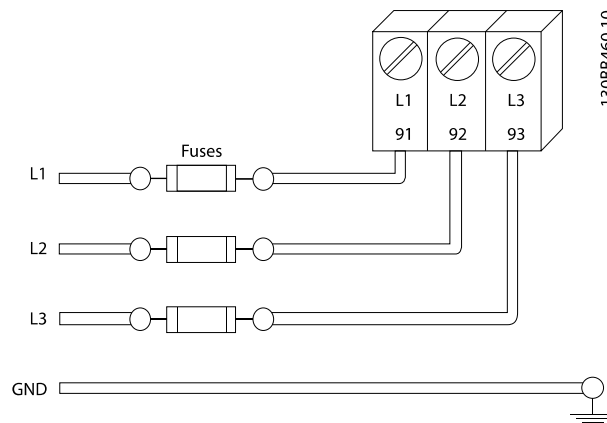

图 2.6 变频器 熔断器
- 必须为所有变频器都提供短路和过电流保护。为了提供这种保护，须采用输入熔断装置，请参阅 图 2.6。请参阅 10.3 熔断器表 中的熔断器最大额定值。